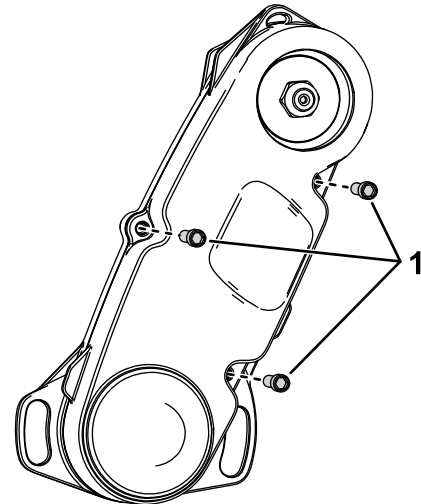

Figura 6
2. Rimuovete i 3 bulloni che fissano la copertura al gruppo di trasmissione dei cilindri e rimuovete la copertura di trasmissione dei cilindri (Figura 6).
7. Montate la copertura sul gruppo di trasmissione dei cilindri con i bulloni rimossi al passaggio 2; fate riferimento a Figura 6.